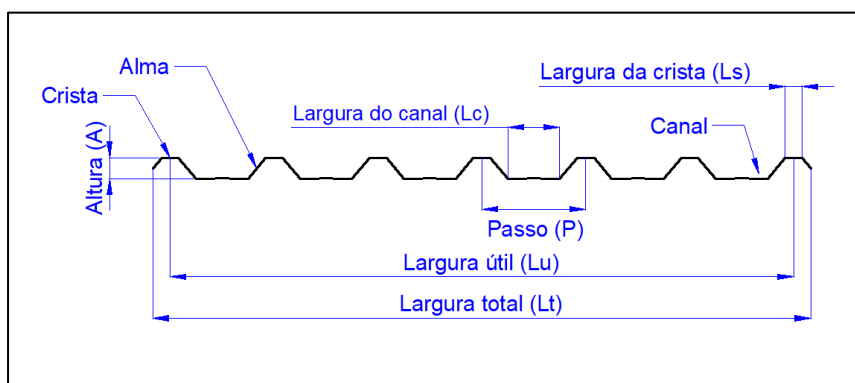

Figura 1 – Nomenclatura de uma telha trapezoidal
A Figura 1 detalha de forma genérica as dimensões e partes de uma telha de perfil trapezoidal. O conhecimento do passo (P), por parte do montador, é o ponto de partida para escolha do comprimento do perfil a ser utilizado.